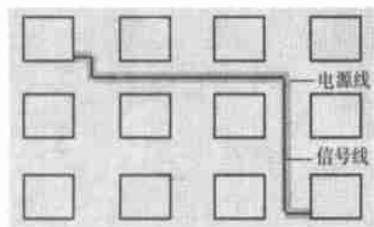

图 4 信号线边上放置电源线
(4) 避免分开的电源在不同层间重叠:否则电路噪声很容易通过寄生电容耦合过去。
(5) 隔离敏感元件:如 PLL。
(6) 放置电源线:为减小信号回路,通过放置电源线在信号线边上来实现减小噪声,如图 4 所示。